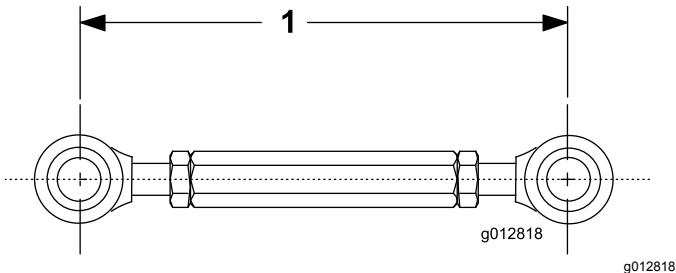

**Figure 8**
**Remarque:** Positionnez les composants comme montré à la Figure 8.